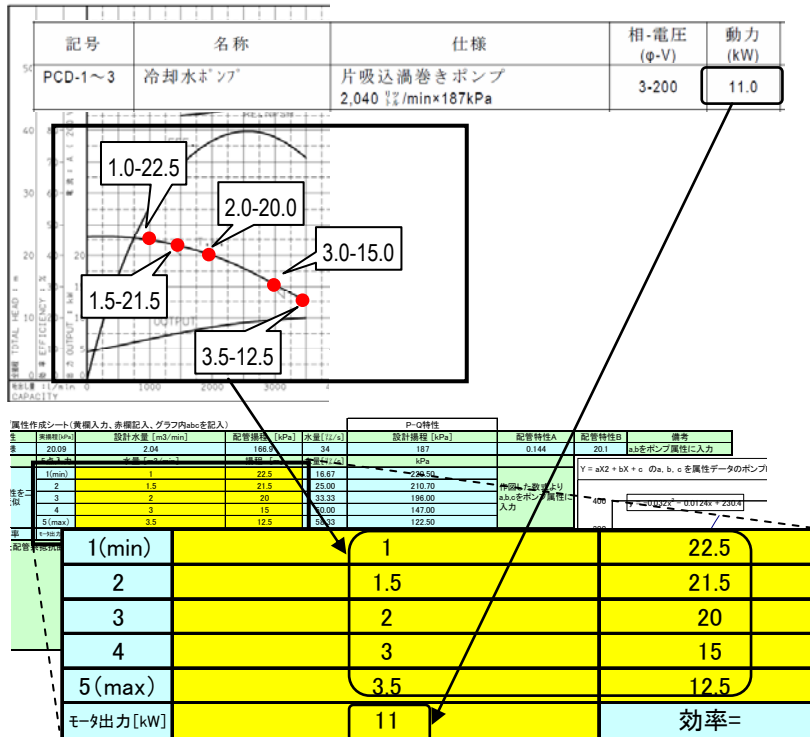

図 3.15 冷却水ポンプ属性部作成のための P-Q 特性点の入力
- ② 冷却水ポンプオブジェクトの属性部に、機器表を参照して「定格水量」と「定格揚程」を、メーカー資料を参照して「周波数」を入力する(図 3.14、図 3.15 参照)。「ポンプによる温度上昇」、「動力補正係数」は、必要に応じて変更するが、ここではデフォルトのままとする。